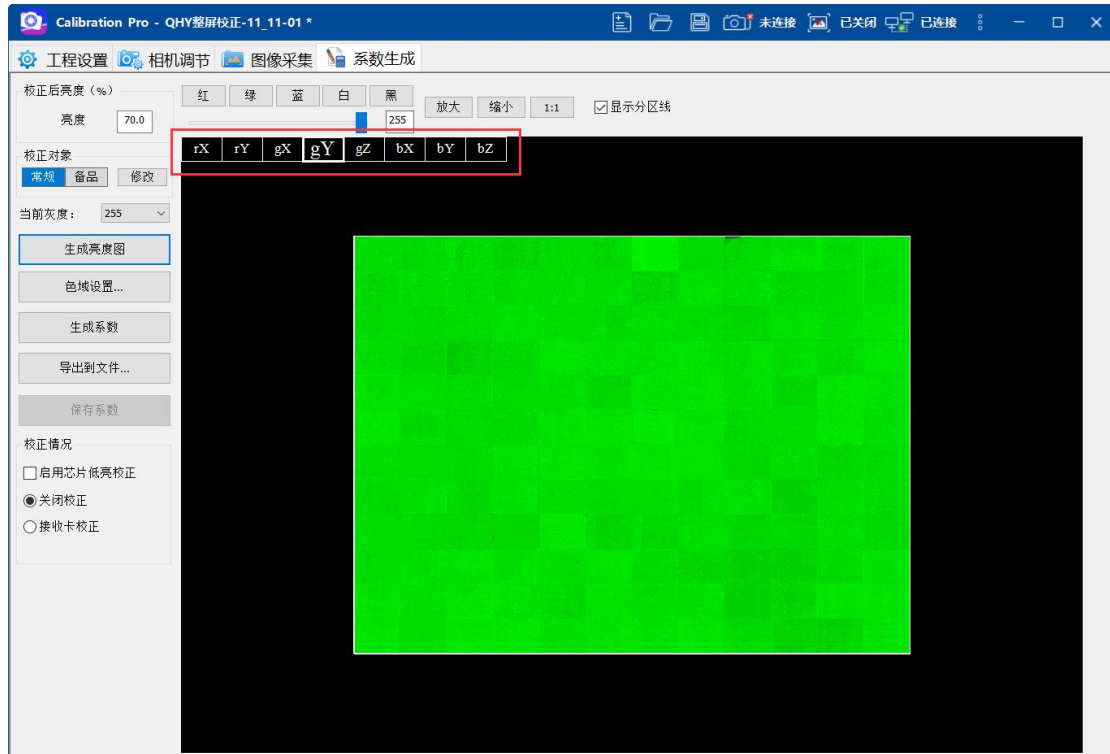

图 3-48 色度亮度图
2、cob 模组色度校正，亮度图显示有 X、Y、Z 切换显示，如图 3-48；